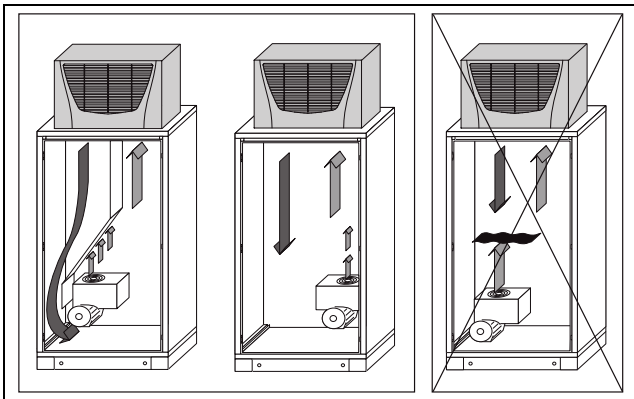

Abb. 3: Kaltluftstrom nie auf aktive Komponenten richten
- Achten Sie auch besonders auf den Luftstrom der Eingengebläse von Elektronikeinbauten (Abb. 3).